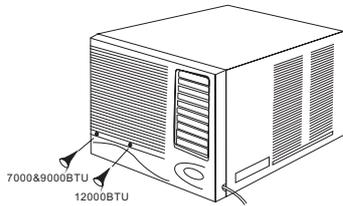

Abb. 10
1. Die beiden Schrauben herausdrehen, die das Front-Paneel fixieren (siehe Abb. 10).
2. Die beiden Schrauben festschrauben, die das Front-Paneel halten (siehe Abb. 10).